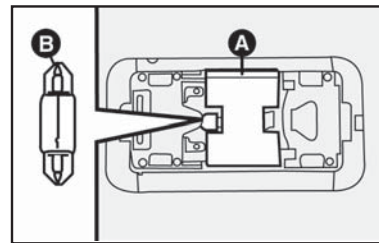

fig. 70
- quite de su alojamiento el reflector **A-fig. 70**, haciéndolo resbalar hacia atrás;
- saque la lámpara **B-fig. 70** y sustitúyala;